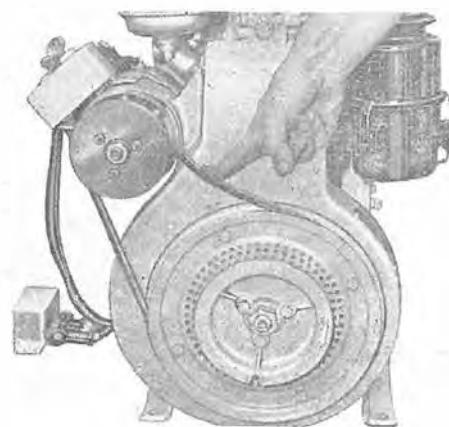

Fig. 48
- Stabilire la tensione della cinghia. Sotto la pressione del dito deve flettersi di circa 1 cm. (Fig. 48) Se necessario, registrare variando gli spessori tra le semipuleggie del dinamotore.
- Adjust belt tension. Under thumb pressure, belt must depress about 1 cm (Fig. 48)
- Tendre la courroie, qui doit flétrir de 1 cm environ sous la pression du doigt. S'il y a lieu, régler en changeant les cales entre les demi-poulies du dynastart. (Fig. 48)